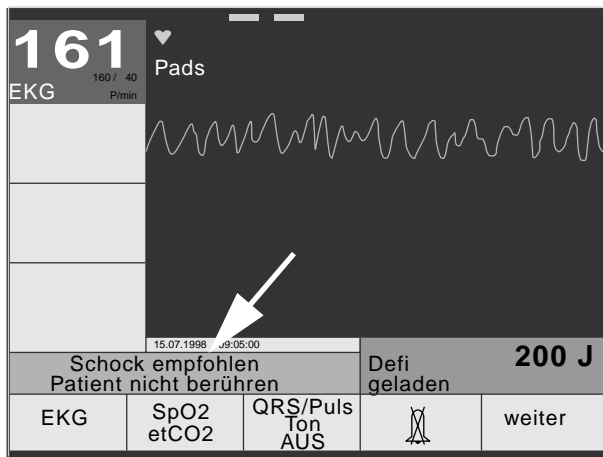

Bild 5-3. Hinweis „Defi geladen“ und Anzeige der geladenen Energie
- erscheint der Hinweis "Schock empfohlen - Patient nicht berühren" (Bild 5-3) und
- wird die geladene Energie angezeigt (Bild 5-3).